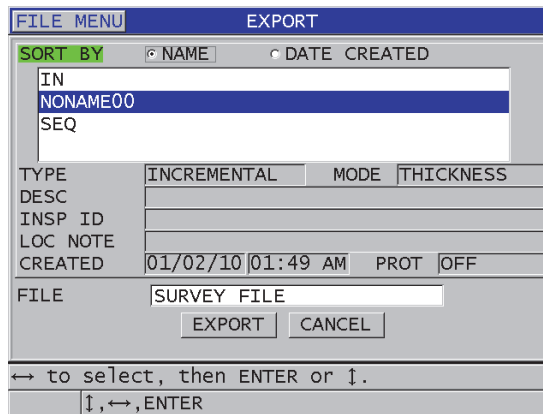

Abbildung 14-8 Fenster EXPORT
5. Verfahren Sie im Fenster **EXPORT** (siehe Abbildung 14-8 auf Seite 289) wie folgt: